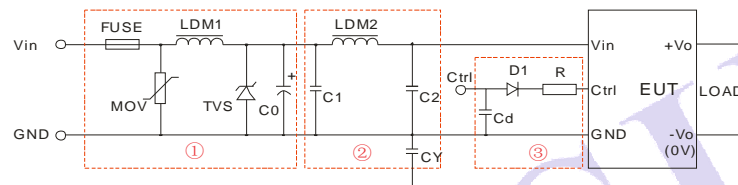

图 1
注: 1.图 1 中第①部分用于 EMS 测试; 第②部分用于 EMI 滤波, 可依据需求选择;
2.  $V_C$  为 Ctrl 端相对于输入地 GND 的电压,  $V_D$  为 D1 的正向导通压降,  $I_C$  为流入 Ctrl 端的电流, 一般取 5-10mA, Ctrl 端外围电路如图 1-③;
## EMI 测试效果图 (推荐电路见图 1-②)